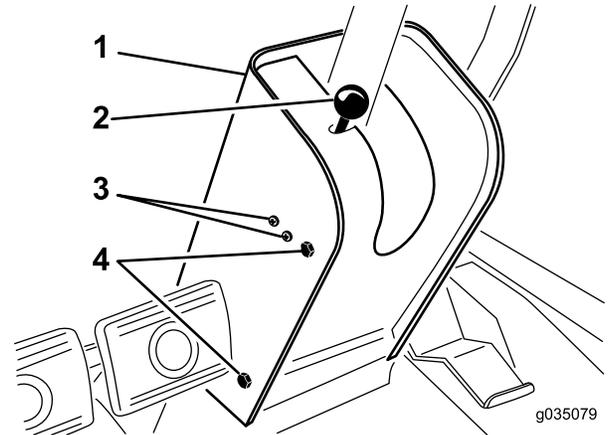

Figura 75
2. Retire o botão da barra do travão de mão e os parafusos da cobertura da coluna de direção (Figura 75).
4. Desaperte os parafusos e porcas que fixam o interruptor do travão de mão ao lado esquerdo da coluna de direção (Figura 75).